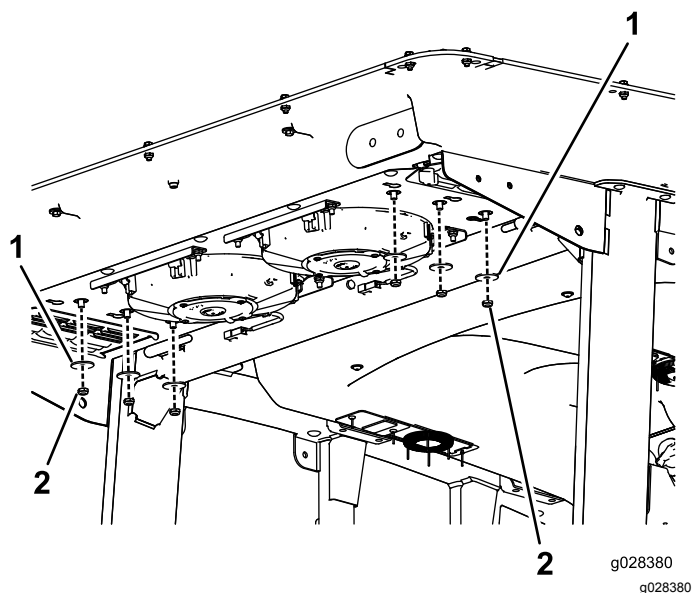

Figura 124
2. Togliete 6 dadi e rondelle dal fondo della parte posteriore della cabina (Figura 124).